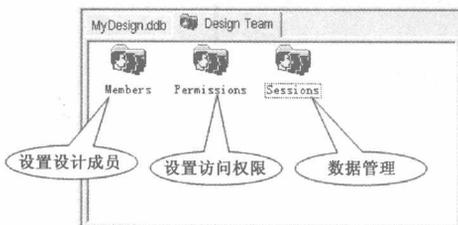

图 1-5 Design Team 管理器
(1) Design Team 管理器：用于设定设计小组成员、设置成员的访问权限及数据管理，如图 1-5 所示。